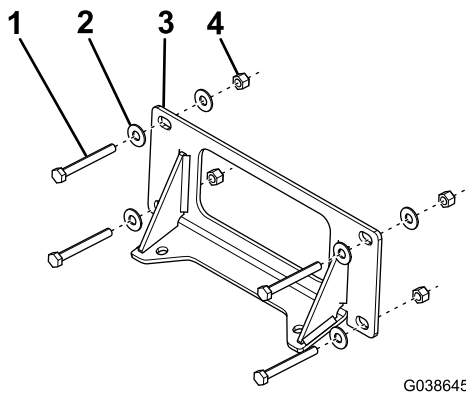

Figure 2
7. Fixez la plaque supérieure à la plaque de protection du véhicule à l'aide de 4 grands boulons ($\frac{5}{16}$ po), 6 rondelles ($\frac{5}{16}$ po) et 4 écrous ($\frac{5}{16}$ po) serrés à la main (Figure 2).